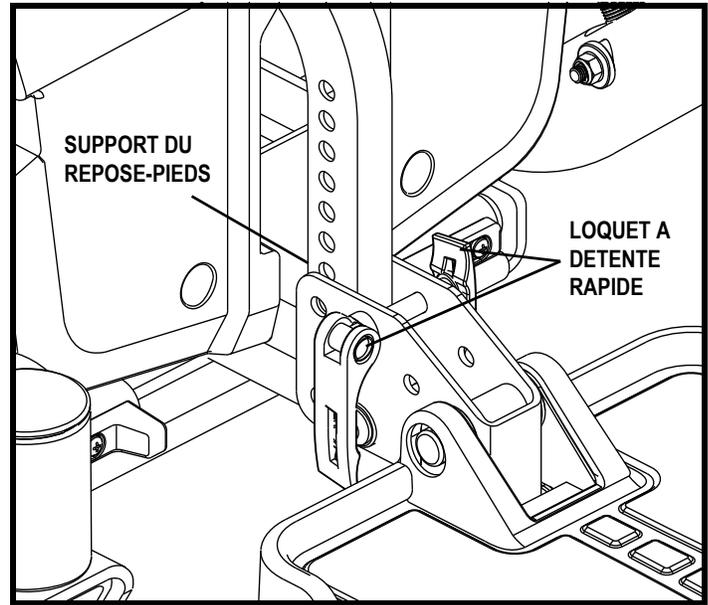
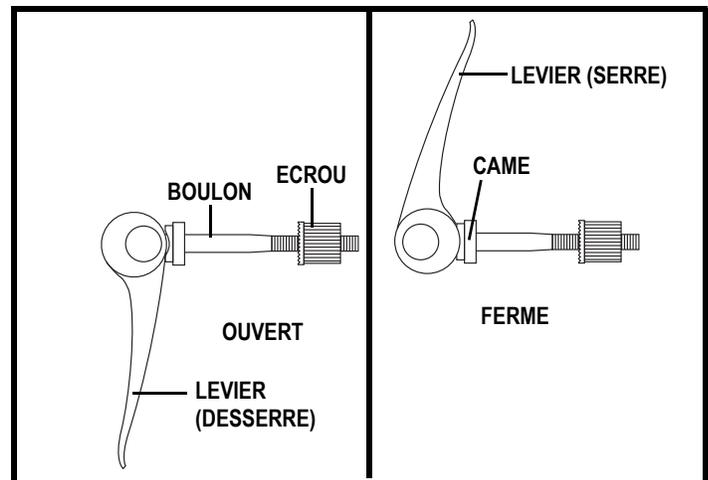

Figure 21. Réglage du repose-pieds
Figure 22. Loquet à détente rapide
1. Détendez et retirez les loquets à détente rapide du support du repose-pieds. **Voir la figure 21.**
1. Appuyez sur le bouton pression du loquet pour le retirer de la fixation. **Voir la figure 21.**
**Loquets à détente rapide:** Le repose-pieds est fixé à la base motorisée à l'aide de deux loquets à détente rapide. Voir la figure 21. Chaque loquet est composé d'un levier à came, d'un boulon et d'un écrou. Voir la figure 22. La came à l'extrémité du levier lui permet de s'ouvrir ou de se refermer en place. Quand au loquet, il peut se desserrer ou se resserrer. Lorsque le levier est ouvert le loquet est desserré. Tandis que lorsqu'il est fermé, il est serré.